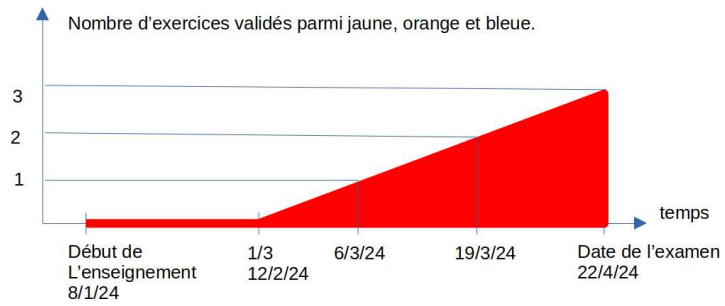

Figure 1.2: Pour valider la capacité rouge, l'obtention temporelle des capacités de ce cours doit se situer au dessus de la zone rouge.
6. rouge, 2 points : Travailler régulièrement afin de valider les capacités jaune, orange et bleue dans un délai temporel au dessus du gabarit présenté figure 1.2.